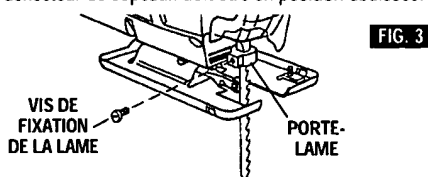

FIG. 3
1. Desserrez la vis de fixation de la lame (sur le porte-lame) et insérez la lame à fond, ses dents orientées dans le sens de coupe comme l'indique la fig. 3.